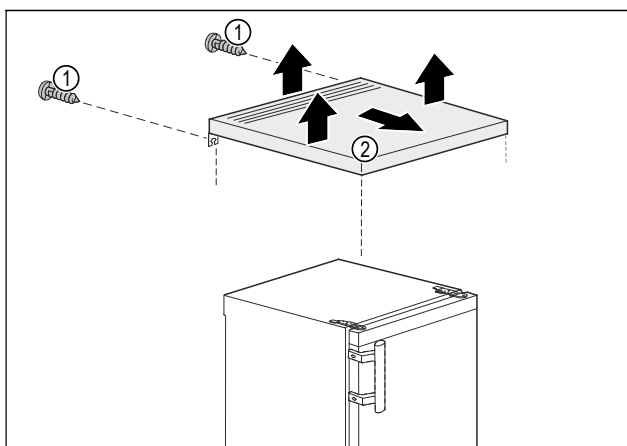

Fig. 3
- Wyjąć śruby Fig. 3 (1) ze ściany tylnej.
- Unieść płytę stołu Fig. 3 (2) z tyłu.
- Przesunąć płytę stołu Fig. 3 (2) do przodu.
- Wyjąć płytę stołu Fig. 3 (2) do góry.
- Płyta stołu Fig. 3 (2) jest zdjęta.